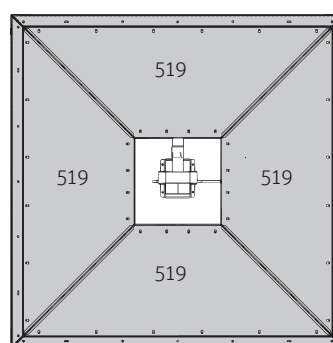

Fig. 14 Montaggio delle pareti oblique – vista dall'alto
Inserire 4 pareti oblique (519) nelle viti premontate – Fig. 14.